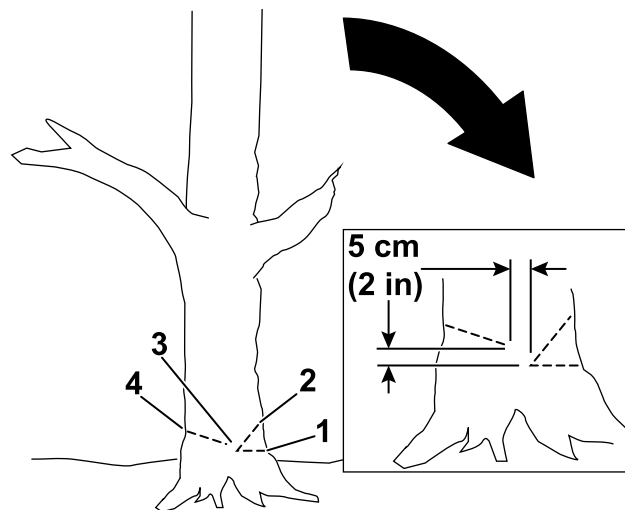

Figura 16
4. Faça o primeiro corte a um terço da distância através do diâmetro da árvore no lado em que deseja que a árvore caia (Figura 16).
5. Faça um segundo corte para formar um entalhe, começando o corte a, no mínimo, 5 cm acima e afastado do primeiro corte (Figura 16).
6. Faça o corte de abate a partir do lado oposto do entalhe e a cerca de 5 cm acima da parte inferior do entalhe como se mostra na Figura 16.
Importante: Pare o terceiro corte 2,5 a 5,0 cm do entalhe para formar uma dobradiça entre os cortes (Figura 16), o que impede a árvore de cair na direção errada ou torcer à medida que cai.
Nota: À medida que o corte de abate se aproxima da dobradiça (Figura 16), a árvore deve começar a cair.